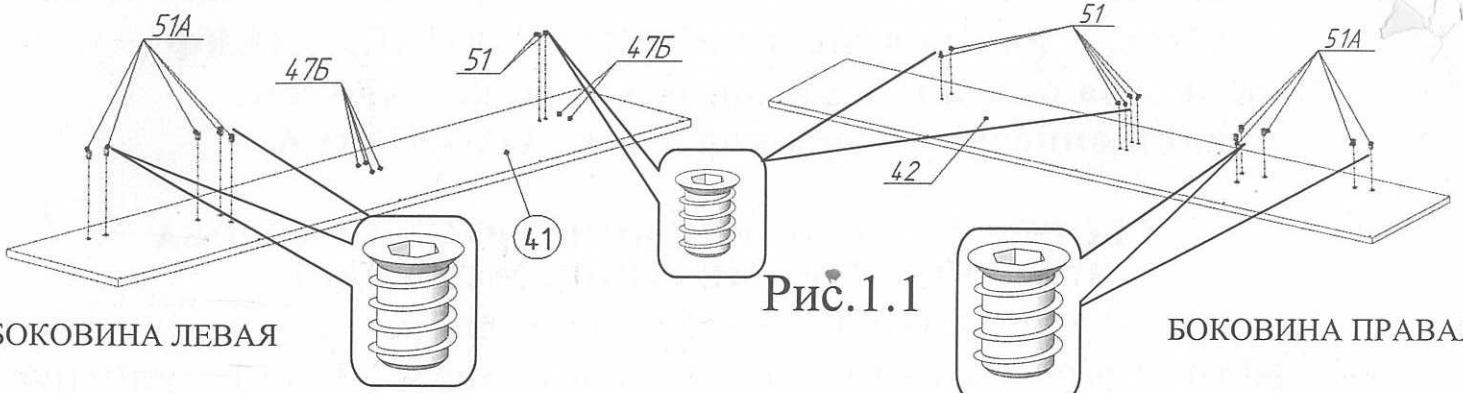
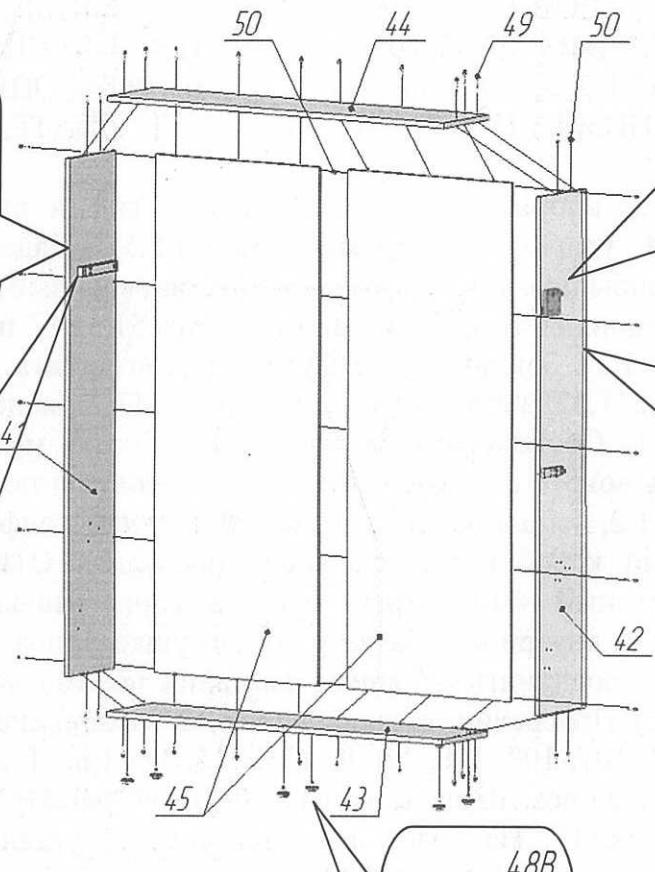
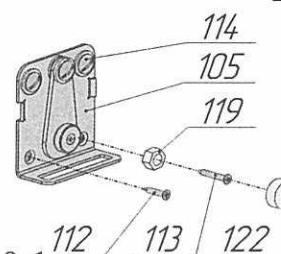

Рис.1.1
Рис.1.2
Рис.10.1 Закрепление
Установить в боковины поз.41, 42 футорки поз.51,51А, используя шестигранные ключи 6мм и 8мм (рис.1.1). Завинчивание футорок производить до совпадения торцов с плоскостью боковин поз.41,42. Установить заглушки поз.47Б в неиспользуемые отверстия в соответствии с рис. 1.1. Состыковать стенки задние поз.45 между собой, использовав шканты поз.50. Собрать вокруг стенок задних поз.45 боковины поз.41, 42 и панели поз.43, 44 в соответствии с рис.1.2, используя шканты поз.50 и винты-конфирматы поз.49.
10. Поднять раму кровати в вертикальное положение. Надавливанием на верхние углы рамы в горизонтальном направлении, добиться одинаковых зазоров слева и справа между рамой и боковинами короба поз.41,42 (рис.1.2).
В случае, если поверхность щита декоративного поз.40 в закрытом (НАЖАТОМ ДО ЩЕЛЧКА МЕХАНИЗМА) вертикальном положении совпадает с кромками боковин поз.41,42 (рис.1.2), регулировка механизма не требуется. Можно провести его окончательное закрепление саморезами поз.112 и 113, подложив под саморез поз.113 гайку поз.119 (рис.10.1, 10.2). Надеть на гайку колпачок поз.122. В зависимости от стороны, с которой установлен механизм фиксации поз.105, саморезы расположить в соответствии с рисунками 10.1 или 10.2.
При необходимости регулировки фиксированного положения, расслабить винты поз.114 (рис.10.1 и 10.2). Сместить в нужном направлении механизм фиксации поз.105. Затянуть винты поз.114. Повторить поднятие рамы и закрывание. После окончания регулировки закрутить саморезы поз. 112 и поз.113, подложив под саморез поз.113 гайку в соответствии с рисунками 10.1 или 10.2. Надеть на гайку поз.119 колпачок поз.122 (рис.10.1 и 10.2).